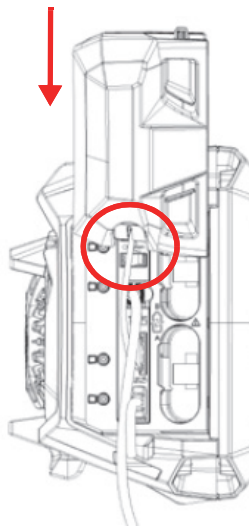

図 2-11 整列したケーブルの上にドアをスライドさせる
3. 専用ドアの溝にケーブルが収まっていることを確認して、ドアを下にスライドさせます。(37ページの図 2-11)。